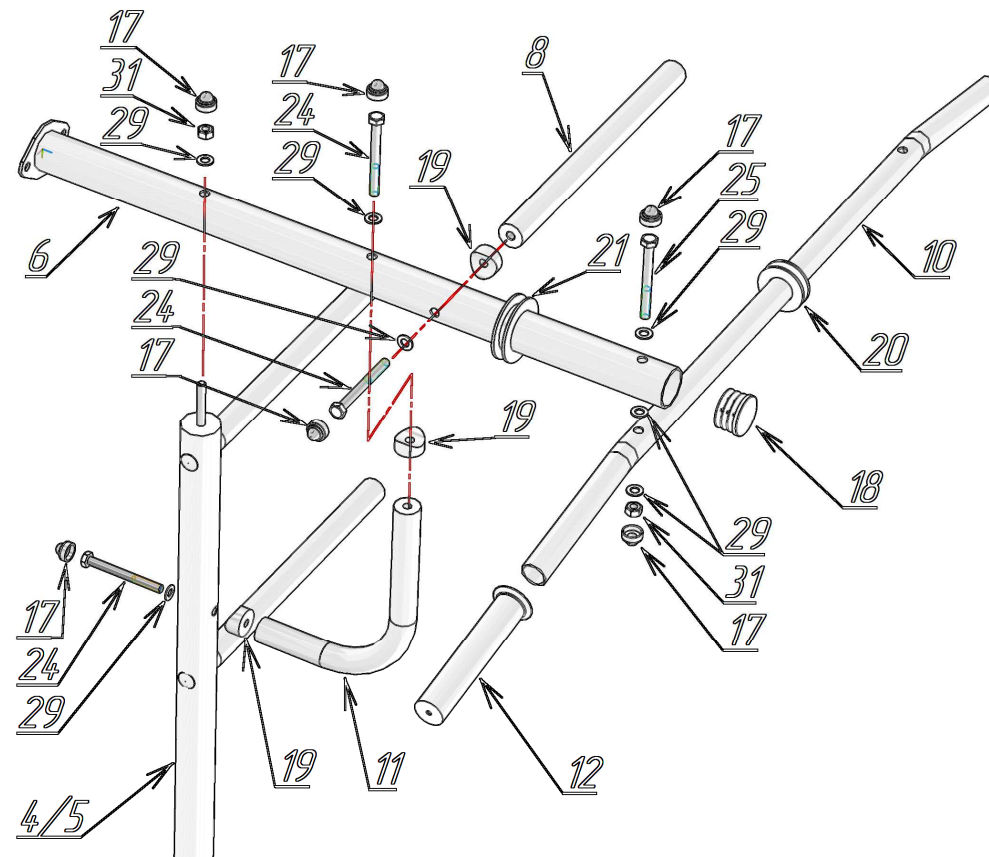
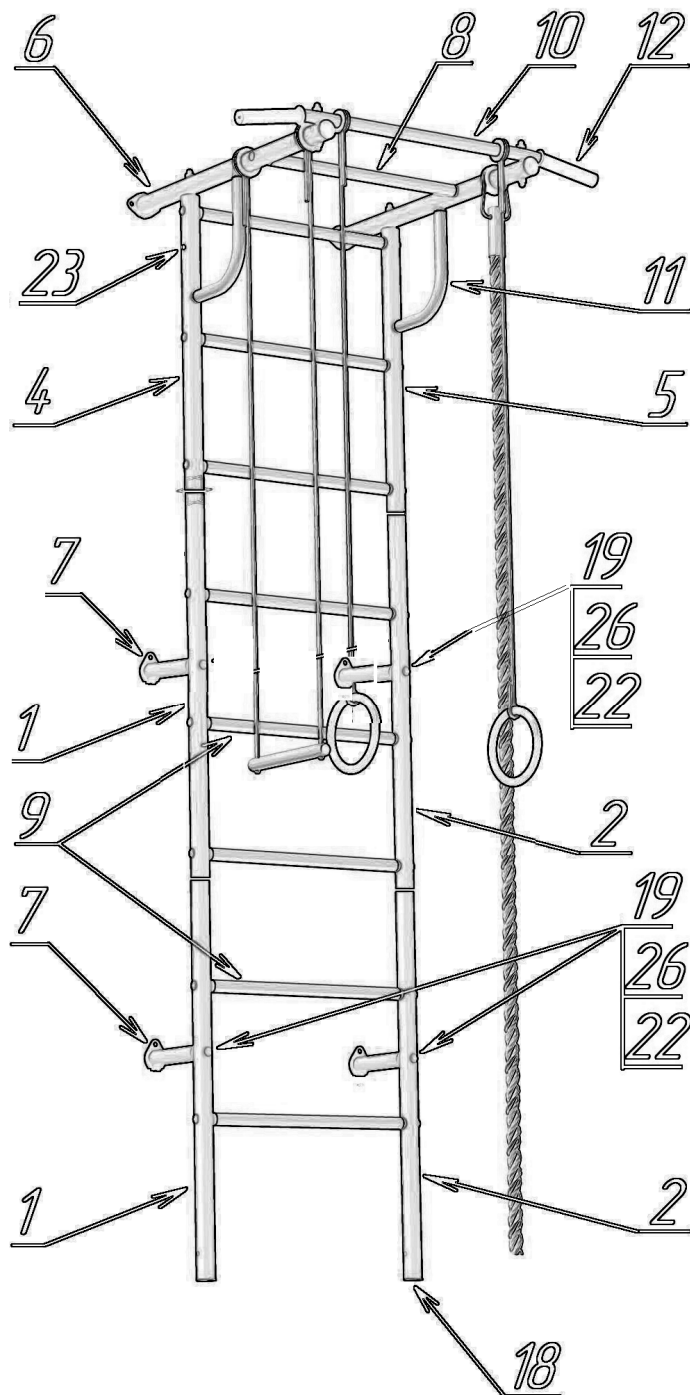
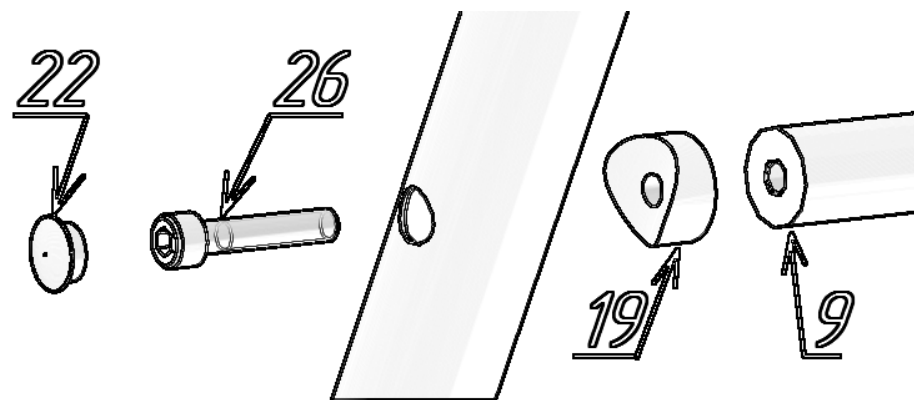
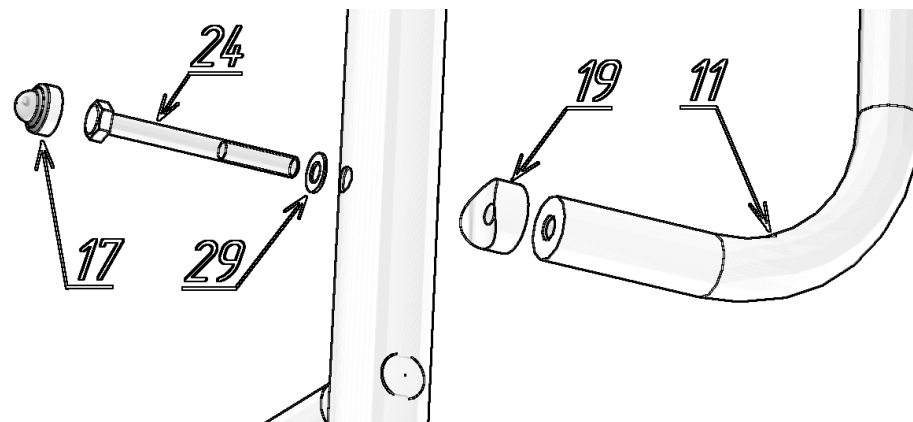

Рис. 6 – Сборка верхней рамы.
Рис.5 – Основные детали КОМПЛЕКСА
Рис.3 – Сборка вертикальных стоек и перекладин.
Рис.4 – Крепление усиления к верхним стойкам.
- 6.13. Установите заглушки ф 10 (23) в технологические отверстия на верхней опорной трубе (4) см. рис. 5
**Внимание:** Данный комплекс можно дооснастить секцией с сеткой, для этого в одной из верхних опорных труб (поз. 4) предусмотрено дополнительное отверстие. В зависимости от того, с какой стороны будет установлена данная труба, с той стороны устанавливается секция с сеткой. Устройство КОМПЛЕКСА см. на Рис.3, Рис.4, Рис. 5, Рис. 6.
6.1. Вставьте трубу опорную нижнюю левую (1) в трубу опорную среднюю левую (1).
6.4. Соедините трубы опорные с перекладинами (9) через вставки фигурные (19) при помощи винтов М8х25 (26) и затяните винты шестигранным ключом (28) см. рис. 3. Затяжку необходимо производить при условии, что шведская лестница лежит на ровной плоскости (например на полу).
6.6. Соедините трубы опорные верхние (4, 5) с Г-образными усилениями (11) при помощи болтов М8х60 (24) и вставок фигурных (19) см. рис. 4.
6.7. Соберите стойки верхние с фланцем (6) с перекладиной (8) при помощи болтов М8х60 (24) и вставок фигурных (19), предварительно установив ролики ф38 (21) для трапеции и канат с роликом (см. рис. 6).
6.8. Установите турник (10) с навесным оборудованием на стойки верхние с фланцем (8), используйте болты М8х70 (25), гайки (31) и шайбы (29). Наденьте ручку-чехол (12) на турник (см. рис. 6).
6.10. При помощи болтов М8х60 (24) соедините стойки верхние с фланцем (8) через вставки фигурные (19) с Г-образными усилениями (11) см. рис. 6. Затяните все болты и гайки.